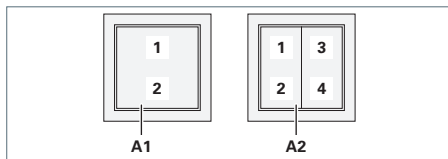

Fig. 16: Beispiel: Bluetooth Funk-Wandsender.
- ▶ Drücken Sie kurz auf die Taste eines belegten Kanals des Funksenders, siehe Fig. 16.
- ▶ Drücken Sie auf die Taste eines belegten Kanals des Funksenders und halten Sie die Taste gedrückt, siehe Fig. 16.